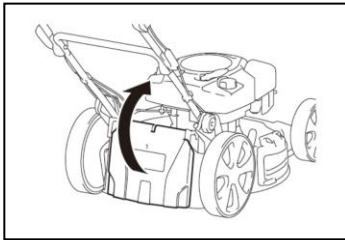

Fig. 7A
6.1.1 Soulevez la protection arrière de décharge, montez le ramasseur d'herbe. Fig. 7A/ 7B